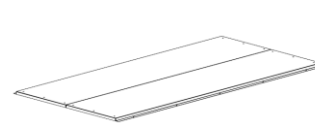

рис. 1
5.1. Соединить задние стенки при помощи винтов и гаек (рис. 1).